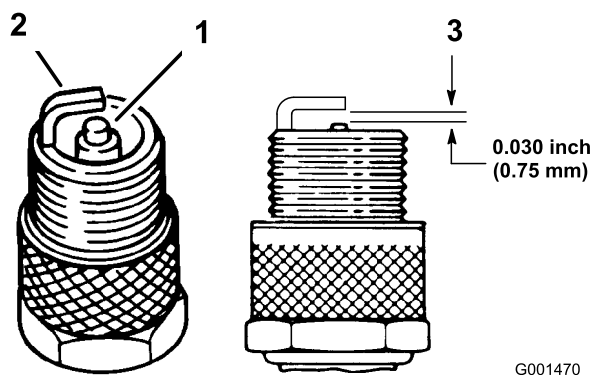

Figura 50
1. Controllate il centro delle candele (Figura 50). Se l'isolatore è di color marrone chiaro o grigio, il motore funziona correttamente. Una patina nera sull'isolatore significa in genere che il filtro dell'aria è sporco.
2. Controllate la distanza tra gli elettrodi centrale e laterale (Figura 50). Piegate l'elettrodo laterale (Figura 50) se la distanza non è corretta.
3. Collegate i cappellotti alle candele (Figura 50).